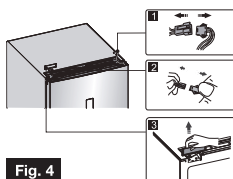

Fig. 4
3. Fig. 4. Opatrným tahem od sebe rozpojte vodiče na pravé i levé straně Fig. 4.1,2 a poté podle nákresu vyjměte opěrný segment jazýčkového spínače Fig 4.3.